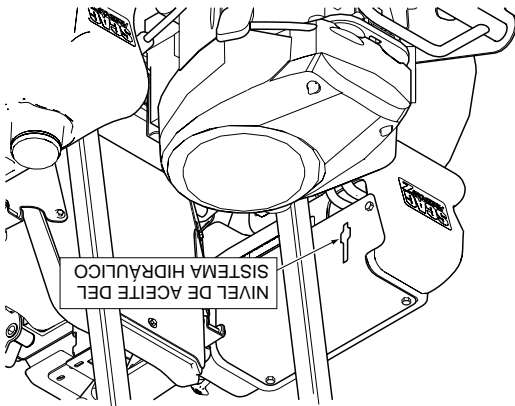

Figura 7-2 Nivel de aceite del sistema hidráulico
2. Cuando la máquina esté "fría" (antes de la operación), verifique visualmente el nivel de aceite del sistema hidráulico. El nivel de aceite del sistema debe estar en el medio de la ventana indicadora ubicada al lado izquierdo de la máquina (Vea la Figura 7-2). Si el fluido está bajo, agregue aceite para motor 20W50 hasta alcanzar el nivel apropiado. **NO** llene demasiado; (llenar demasiado el depósito de aceite puede causar pérdidas de aceite).